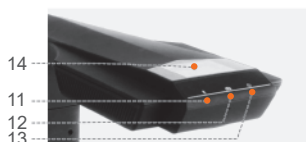

Abbildung 2
Schritt 2: Richten Sie dann wie in Abbildung 2 dargestellt die Lampen/Kameraeinheit auf und führen Sie dabei die Standfußkante der Einheit in den Halterungsschlitz der Scannerbasis ein. Wenn Sie die Einheit weiter aufrichten, rastet sie schließlich hörbar in die Halterung an der Scannerbasis ein.